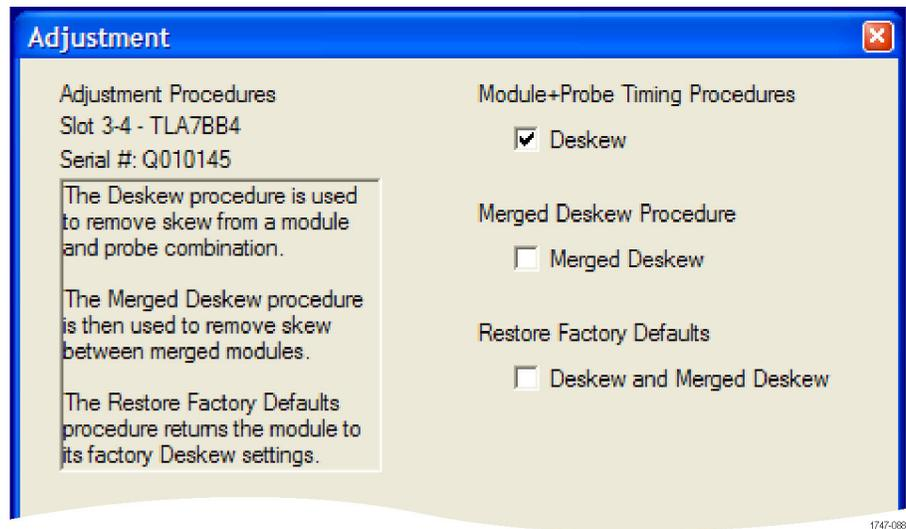

図 59: Adjustment ダイアログ・ボックス (Deskew がオン)
5. Adjustment ボタンをクリックして、ソフトウェアを起動します。Adjustment ダイアログ・ボックスが表示されます。(図 59 参照)。